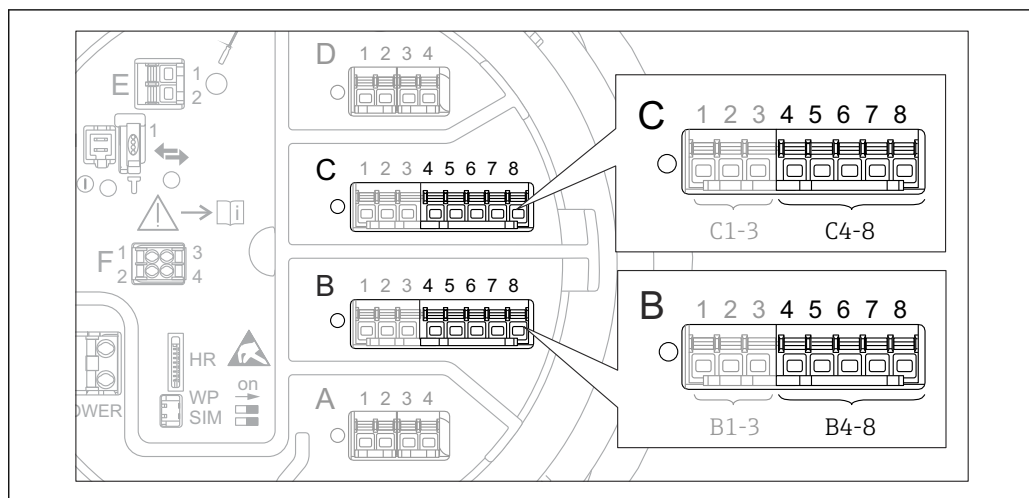

図 32 アナログ I/O モジュールの使用可能な端子。測温抵抗体を接続できます。機器のオーダーコードは、実際に存在するモジュールを示します → 図 18。
1. 端子割当て → 図 32 で定義されているように測温抵抗体を接続します。